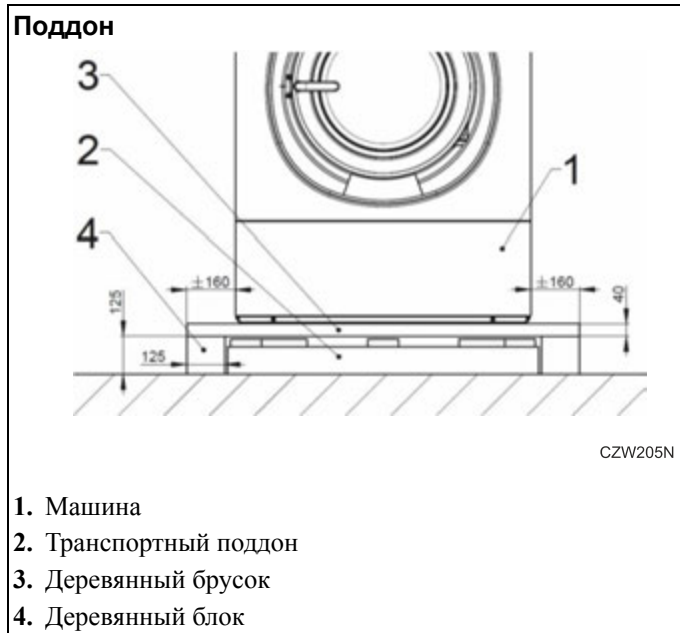

Рис. 9
Переместите машину из места хранения к месту установки, используя низкую ручную гидравлическую тележку. Машина (1) поставляется прикрепленной болтами к транспортному поддону (2) и упакованной в термоусадочную пленку или коробку. Следующие операции должны выполнять два человека. Необходимые материалы: см. *Рис. 9*.
- Длина деревянного бруска должна быть равна ширине машины (см. *Общие технические характеристики*) + два бруска (3) длиной 160 мм
- Четыре деревянных бруска (4); высота: 125 мм [4,92 дюйма]; ширина: мин. 125 мм [4,92 дюйма]; длина: мин. 150 мм [5,91 дюйма]
18. После того как машина будет выровнена, надежно затяните контргайку (2) к основанию машины. См. *Рис. 9*.